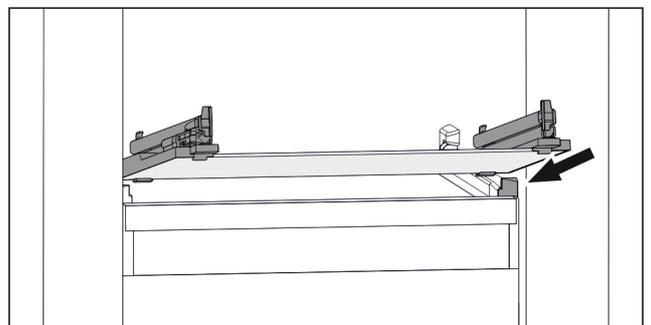

Fig. 47 Beispielhafte Darstellung der Glasplatte
- ▶ Glasplatte schräg hinter den Stopperrahmen aufsetzen. (siehe Fig. 47)